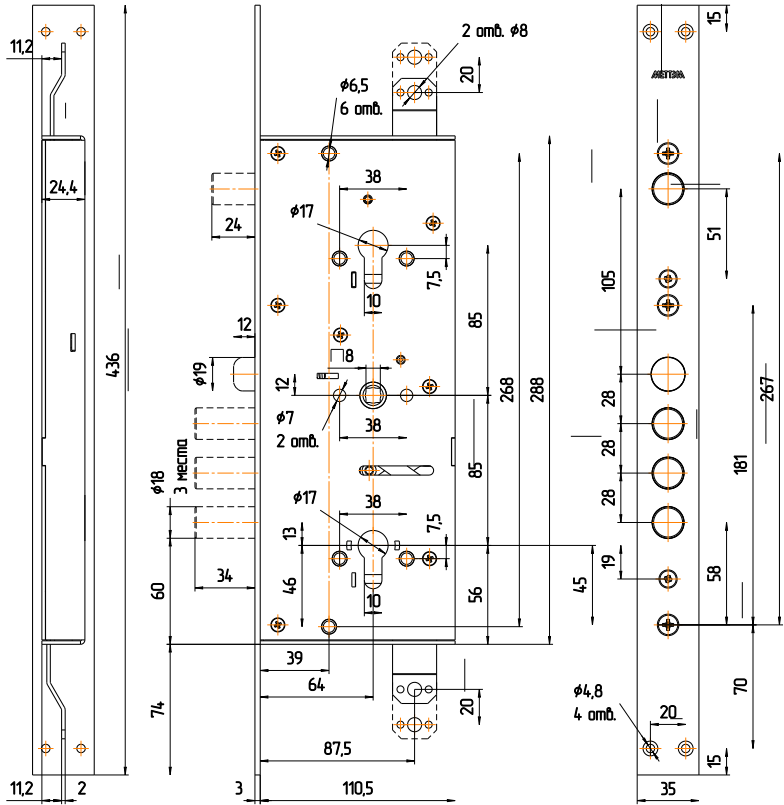

Рис.2
4.1. Произвести разметку и выполнить на полотне двери гнездо для корпуса замка, отверстия для МЦ и стержня ручек фалевых, а в дверной коробке – отверстия для ригелей засовов, защёлки (см. рис.2).